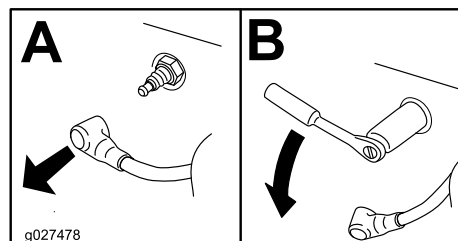

Figura 59
4. Retire a(s) vela(s) como se mostra na Figura 59.